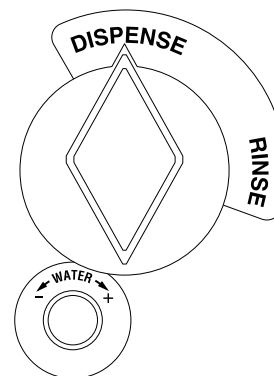

FIG 7 Interruptor de distribución/enjuague
1. Abra la puerta del compartimiento refrigerado para acceder a las perillas Distribución/Enjuague (“DISPENSE/RINSE”) Fig. 7.
5. Retire las perillas de DISTRIBUCIÓN /ENJUAGUE de la Fig 7, todas las toberas de distribución, y la tapa de la plataforma de distribución.